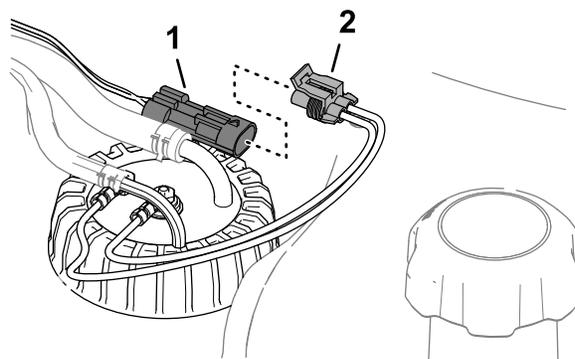

Figura 123
3. Rimuovete il connettore a 2 prese del cablaggio del trasmettitore di livello carburante dal connettore a 2 pin del cablaggio preassemblato della macchina (Figura 123).